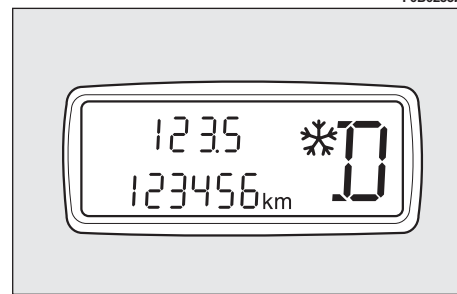

fig. 116
– l'écran affiche l'indication ❄️ fig. 116 et le mouvement de la voiture (départ) se fait en utilisant le deuxième rapport.
L'avarie de la boîte de vitesse automatique électronique est signalée par la visualisation d'un message dédié sur le display info-télématique et par la visualisation clignotante du symbole e sur le display fig. 116.